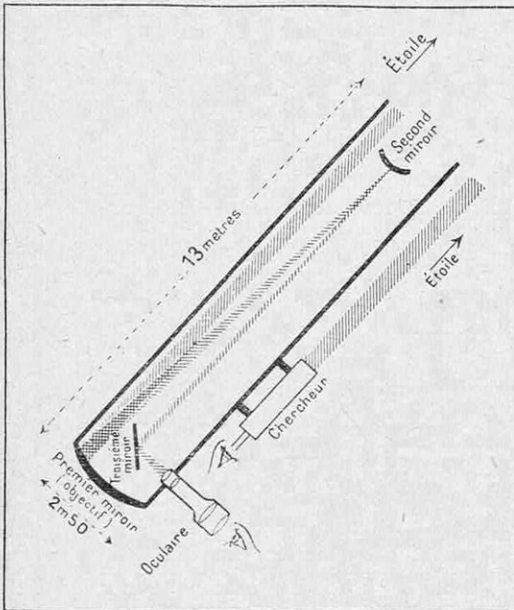

FIG. 3. — UN GRAND TÉLESCOPE MODERNE
b) La découverte, vers 1608, de la lunette astronomique (1). Nous représentons schématiquement (fig. 3) un grand télescope moderne, dont l'objectif atteint 2 m 50 de diamètre ; les grands diamètres — énormes par rapport à celui de la pupille de l'œil — réduisent les effets de diffraction et augmentent le pouvoir séparateur. Les meilleurs instruments permettent de voir plusieurs milliers de fois plus d'étoiles qu'on ne peut en percevoir à l'œil nu ;